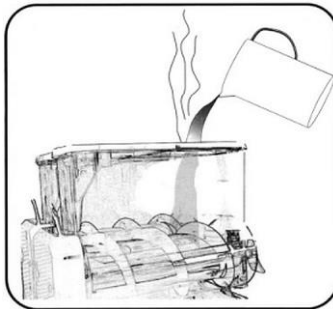

Рис. 17
2. Наповнити контейнер теплою водою і спорожнити його через зливний кран (рис. 17,18).